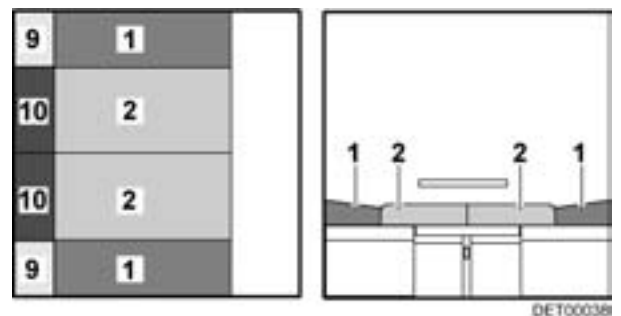

Bild 86 Nach dem Umbau
- Die Sitzpolster (Bild 86,2) nach vorn und zur Mitte ziehen.
- Die Rückenpolster (Bild 86,1) zwischen Sitzpolster und die Wand legen.
- Die Zusatzpolster (Bild 86,9) zwischen die Rückenpolster und die Wand legen.
- Die Zusatzpolster (Bild 86,10) zwischen die Sitzpolster und die Wand legen.